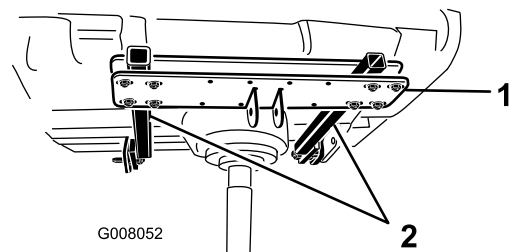

図 5
2. ネジ (1/2 x 4 in) (8本)、ワッシャ (16枚)、ロックナット (8個) を使って、サポート・アームをヒッチ・クロスに仮止めする。取り付け位置は図 5を参照。